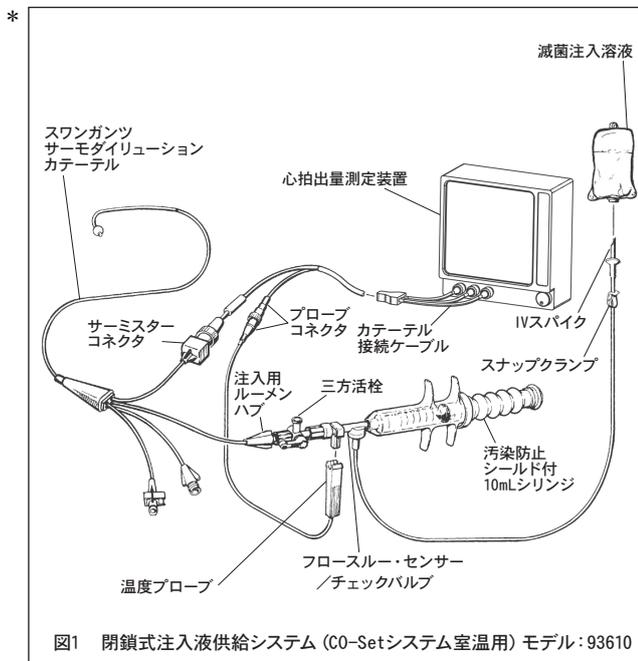

図1 閉鎖式注入液供給システム (CO-Setシステム室温用) モデル: 93610
* 閉鎖式注入液供給システム (CO-Setシステム室温用 (93610)) は熱希釈法による心拍出量の測定のために室温の注入液を容易に供給することができます。本品は心拍出量測定装置とスワングantz・サーモダイリユーション・カテーテルと併用するよう作られており、滅菌注入溶液とスワングantz・サーモダイリユーション・カテーテルの間に接続されます (図1)。